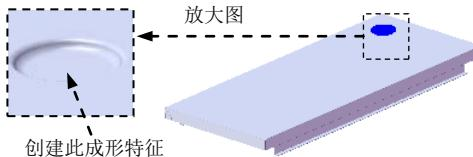
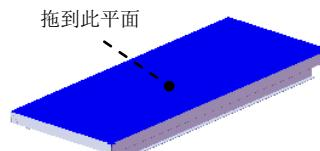

图 17.9.38 创建成形特征 1
图 17.9.39 定义草图平面
Step18. 创建图 17.9.38 所示的成形特征 1。
(1) 单击任务窗格中的“设计库”按钮 ，打开“设计库”对话框。
(2) 单击“设计库”对话框中的 ch17 节点，在设计库下部的列表框中选择“case_shaped_tool_04”文件并拖动到图 17.9.39 所示的平面，在系统弹出的“成形工具特征”对话框中单击 按钮。